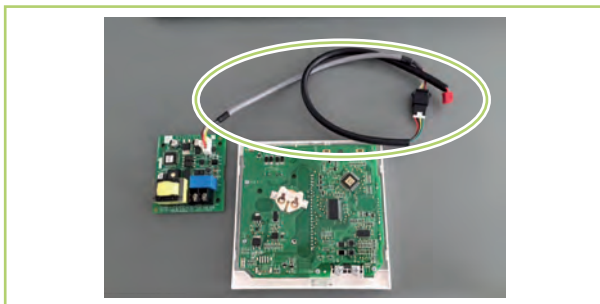
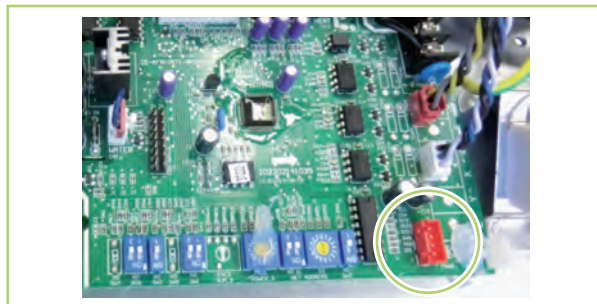

Abb. 6: Stecker mit Steuerplatine verbinden
Abb. 7: Kontakt CN40 auf der Steuerplatine
2. Verbinden Sie den Stecker (Abb. 6) der Anschlussplatine mit Kontakt CN40 (Abb. 7) der Steuerplatine des Innengerätes: